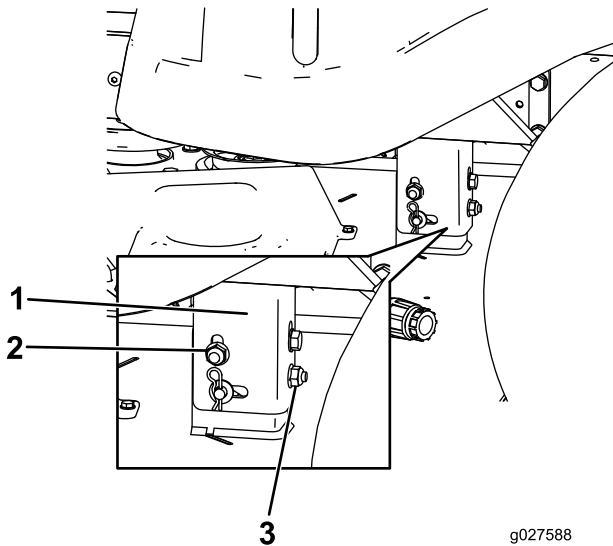

Figura 53
- Eleve o baje el lado izquierdo de la carcasa de corte girando la tuerca trasera (Figura 53).